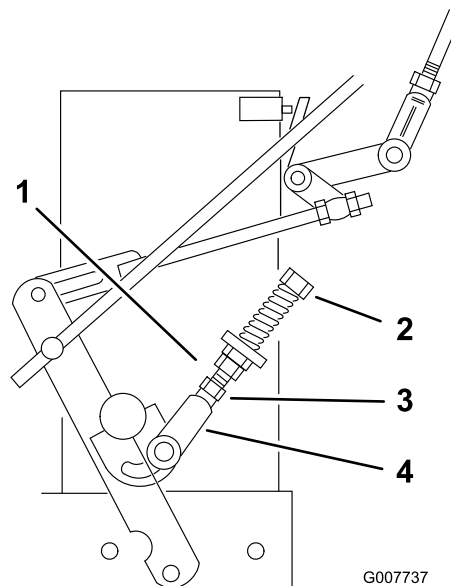

Figure 31
9. Si la roue tourne quand le levier de déplacement est maintenu au point mort, il faut régler les timoneries de commande du point mort (Figure 31). Si la roue s'arrête, passez à l'opération 12.
10. Desserrez l'écrou contre la chape de timonerie de commande de point mort (Figure 31).
11. Ajustez la timonerie de commande du point mort jusqu'à ce que la roue motrice correspondante s'arrête quand le levier de commande est tiré contre le ressort de point mort (position point mort) (Figure 31).
12. Tournez le boulon de réglage de 1/4 de tour approximativement dans le sens horaire si la roue tourne en arrière ou de 1/4 de tour approximativement dans le sens antihoraire si la roue tourne en arrière (Figure 31).